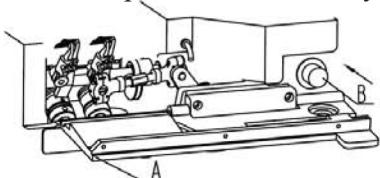

图10(Fig. 10)
2.在穿弯针线时，打开前盖(A)，旋转手轮，将针杆转至最高点后将弯针架控制按钮(B)沿箭头方向压入，使弯针架轴与带动连杆分离，然后将弯针架(C)向前扳出，即可进行穿线。(图10)